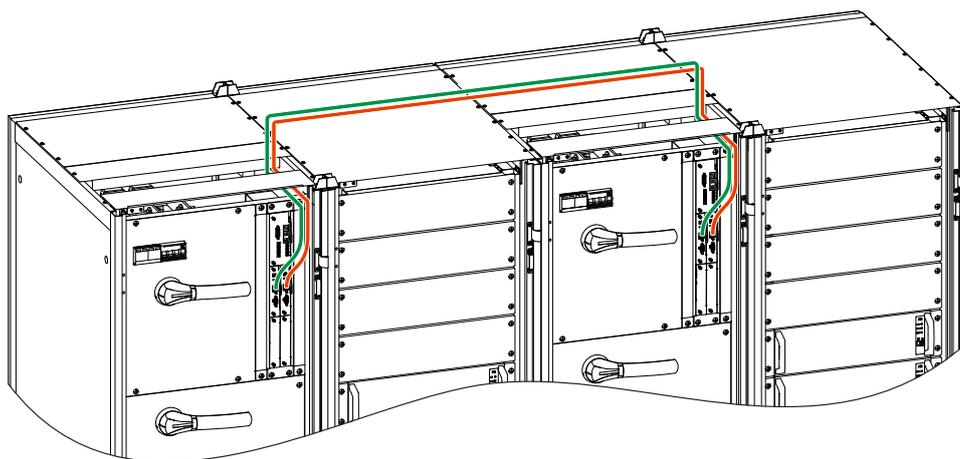

Рис.3.32 Схема параллельного подключения для MR33400, MR33500, MR33600 (верхнее подключение)
- Подключите входной, выходной и батарейные кабели в соответствии с Рис. 3.32, в правильном порядке. Затем затяните болты